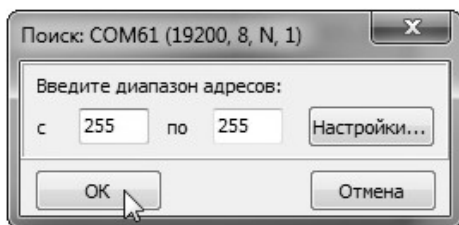

Рисунок 47 – Окно «Поиск: COM61 (19200, 8, N, 1)»
3.16.5 Выбрать пункт главного меню «Устройства» → «Поиск...», либо нажать клавишу «F3» на клавиатуре. На экране появится окно «Поиск: COM61 (19200, 8, N, 1)» (рисунок 47).